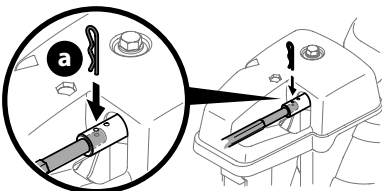

Figura 19
7. Empuje la varilla de control del canal hacia el tablero de control hasta que el orificio de la varilla quede alineado con el del collarín de entrada del control del canal que esté más cerca del cabezal de control del canal, e inserte el broche de horquilla (a) que extrajo en el Paso 1 (Figura 19).